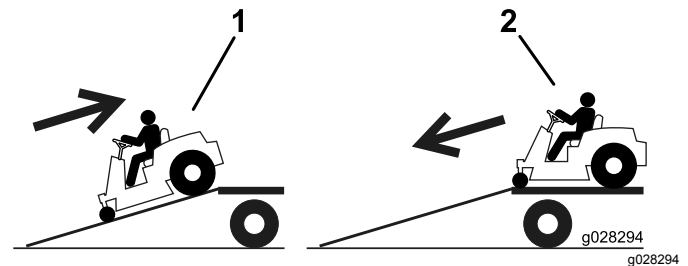

Figura 33
2. Baje la máquina por la rampa conduciendo hacia adelante (Figura 33).